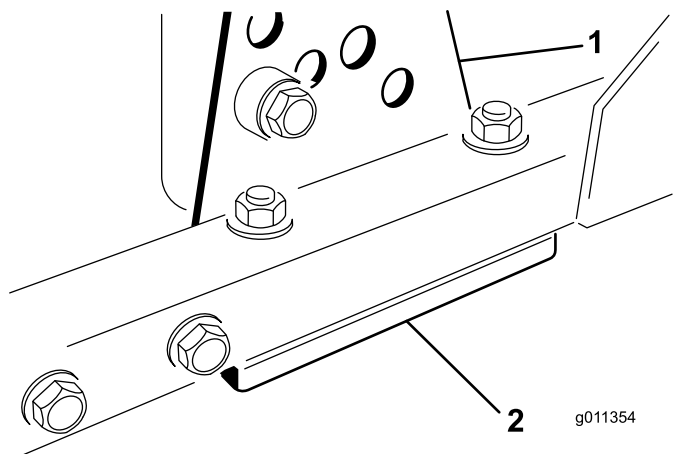

Figura 82
1. Retire el soporte de altura de corte (delantero, izquierdo o derecho) del bastidor de la carcasa (Figura 82).
2. Coloque suplementos de 1,5 mm y/o 0,7 mm entre el bastidor de la carcasa y el soporte hasta lograr el ajuste de altura deseado (Figura 82).